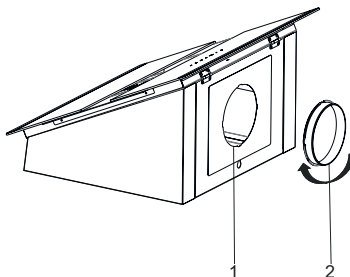

Fig. 12
- 3.** ▶ Fäst 150mm-utsugsstosen på adapterplattan och dra åt det (Fig. 12).